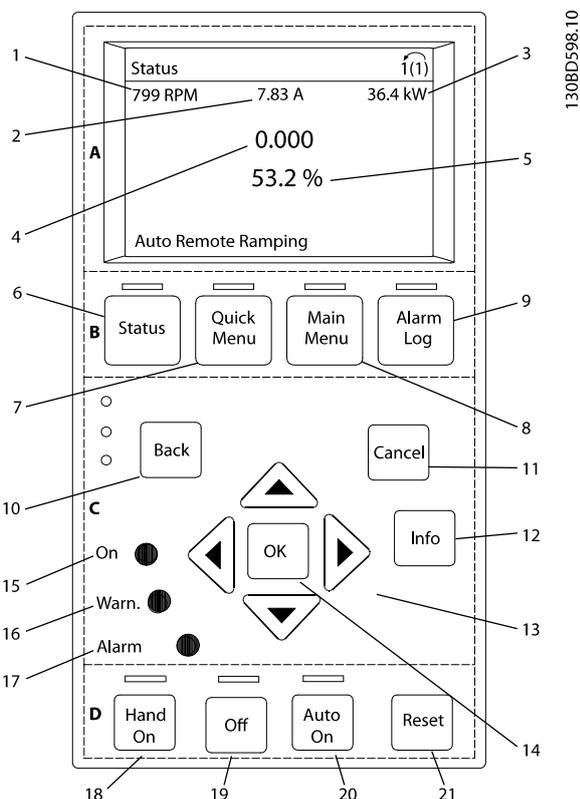

Abbildung 5.1 Bedieneinheit (LCP)
Das LCP ist in vier Funktionsbereiche unterteilt (siehe *Abbildung 5.1*).
Tabelle 5.1 Legende für *Abbildung 5.1*, Displaybereich
Tabelle 5.2 Legende für *Abbildung 5.1*, Menütasten am Display
Tabelle 5.3 Legende für *Abbildung 5.1*, Navigationstasten
**Tabelle 5.4** Legende für *Abbildung 5.1*, Anzeigeleuchten (LED)
**Tabelle 5.5** Legende für *Abbildung 5.1*, Bedientasten und Quittieren (Reset)